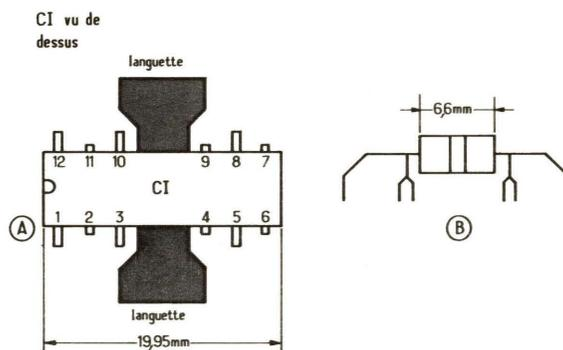

Figure 7
Ce CI possède un boîtier spécial rectangulaire, ayant la forme et les dimensions des boîtiers 16 broches, mais dont on a supprimé 4 broches du milieu pour les remplacer par une languette métallique destinée à la dissipation de chaleur. Il reste alors 12 broches et leur branchement est indiqué à la **figure 7**.
A la figure 7 (A) on donne le brochage, le CI étant vu de dessus. En (B) on montre la vue transversale du CI, avec les broches pliées alternativement vers l'intérieur et vers l'extérieur.